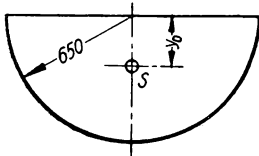

Bild 90
**229.** Ein Schlammkübel nach Bild 90 hat die Form eines Halbzylinders von 650 mm Radius und ist aus einem gewölbten Mantelblech und zwei ebenen, halbkreisförmigen Stirnwänden zusammengesetzt. Seine axiale Länge beträgt 900 mm. Das Blech wiegt 38 kg je m2. Der Kübel soll